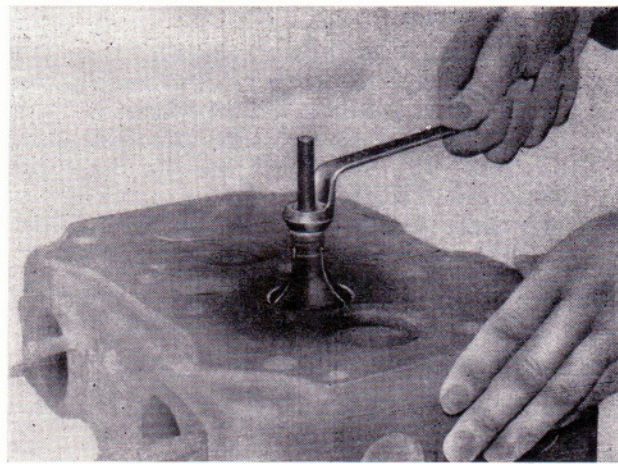

Bild 112
- Konus der Zugspindel durch Anziehen der Mutter in die Spannzange hineinziehen (Bild 112).